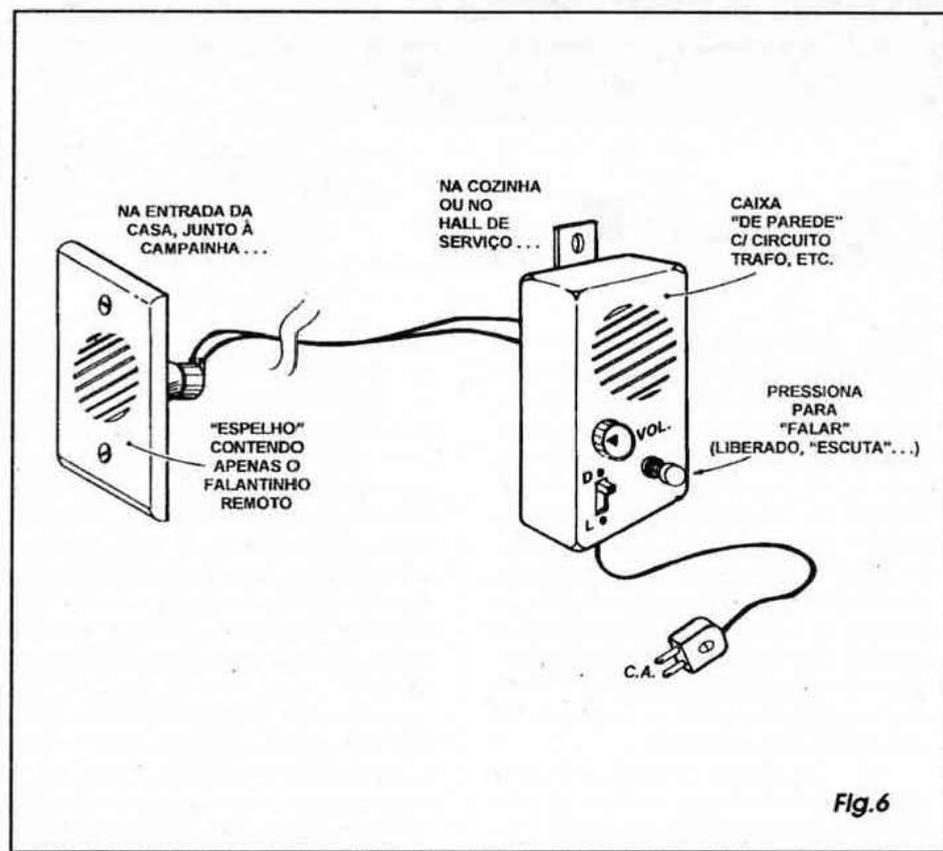

Fig.6
- FIG. 6 - SUGESTÃO PARA USO COMO PORTEIRO ELETRÔNICO - O